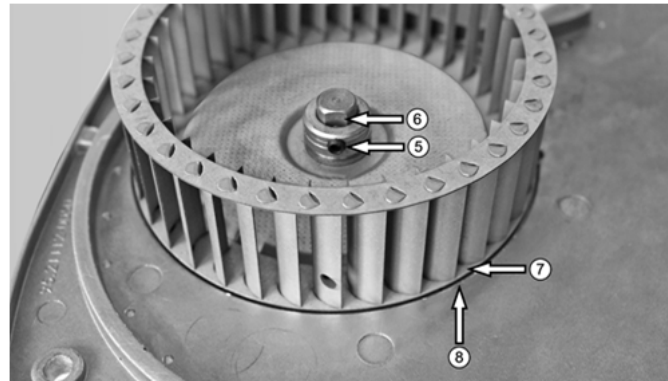

Abb. 41: Axiale Positionierung des Gebläserades
- ➔ Achten Sie darauf, dass die Befestigungsschraube (5) senkrecht zur Passfläche (6) ausgerichtet wird (s. Abb. 41).
Um die axiale Positionierung des Gebläserades sicherzustellen, muss die Innenfläche des Gebläserades (7) bündig mit der Fläche des Gehäusedeckels (8) abschließen (s. Abb. 41).
- ➔ Ziehen Sie die Befestigungsschraube (5) des Gebläserades fest.
Legende zu Abb. 41: